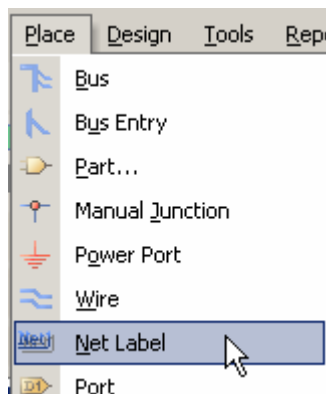

图 2.97 选择“Place”->“Net Label”命令
(1) 在主菜单中选择“Place”->“Net Label”命令，如图 2.97 所示，或者单击“Wiring”工具栏上的放置网络标签工具按钮，熟悉 Altium Designer 的用户可按快捷键“P”，“N”。